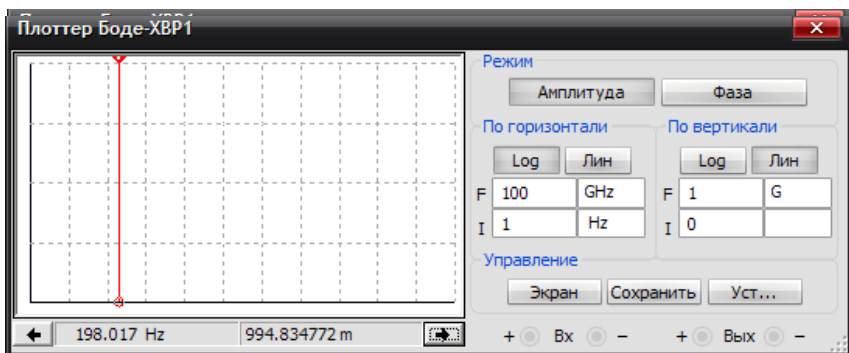

Рис. 2.6.8. Установка визирной линии на частоту
17. Для измерения K_U установите визирную линейку на частоту см. табл. 2.6.3 (рис. 2.6.8). Запишите значение K_U в табл. 2.6.3.